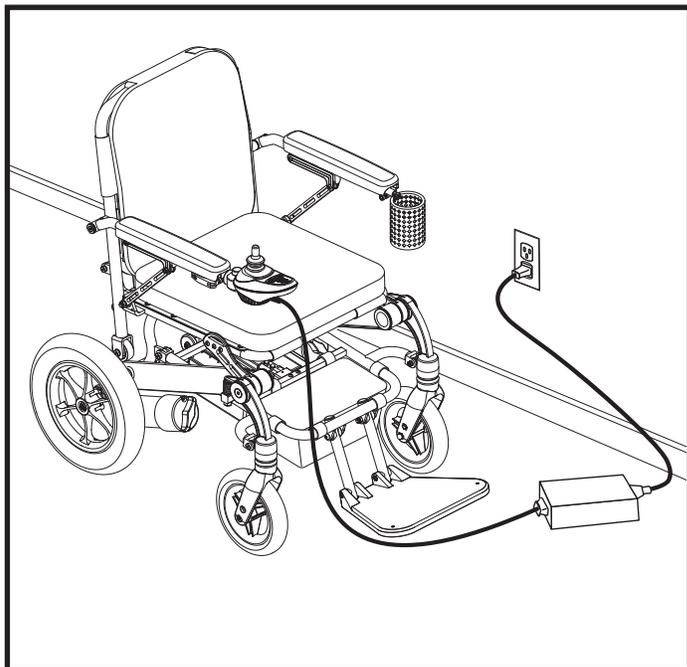

Figura 13. Carica della batteria utilizzando il caricabatterie esterno
4. Collegare il caricabatterie esterno con la presa per caricabatterie esterno/programmazione sulla centralina. **Vedere figura 13.**